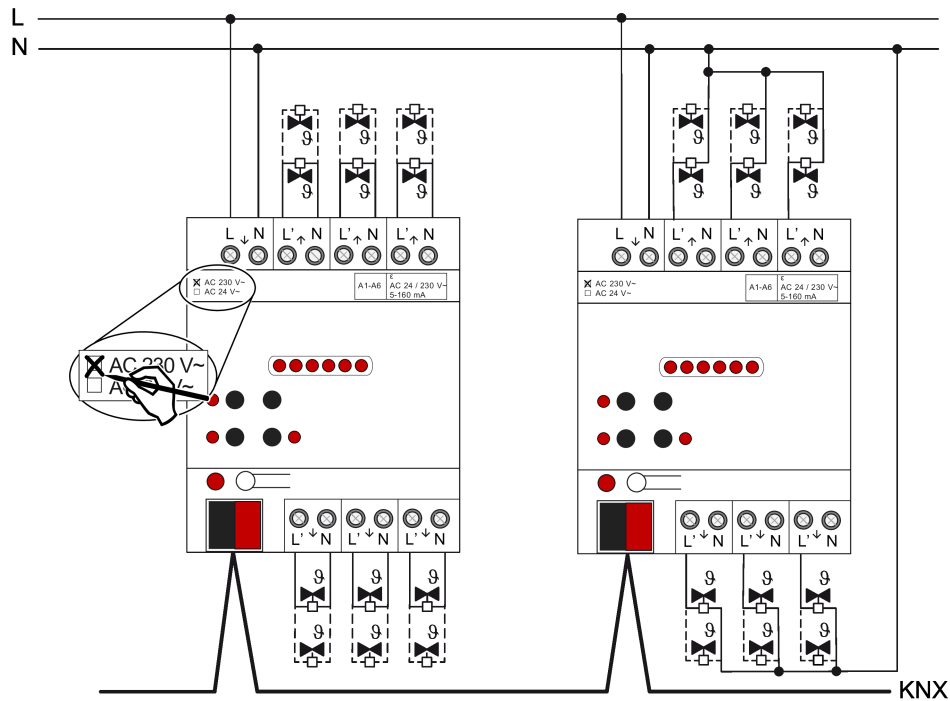

Bild 2: Anschluss für Stellantriebe AC 230 V (Anschlussbeispiele)
- Stellantriebe AC 230 V gemäß Anschlussplan (siehe Bild 2) anschließen.